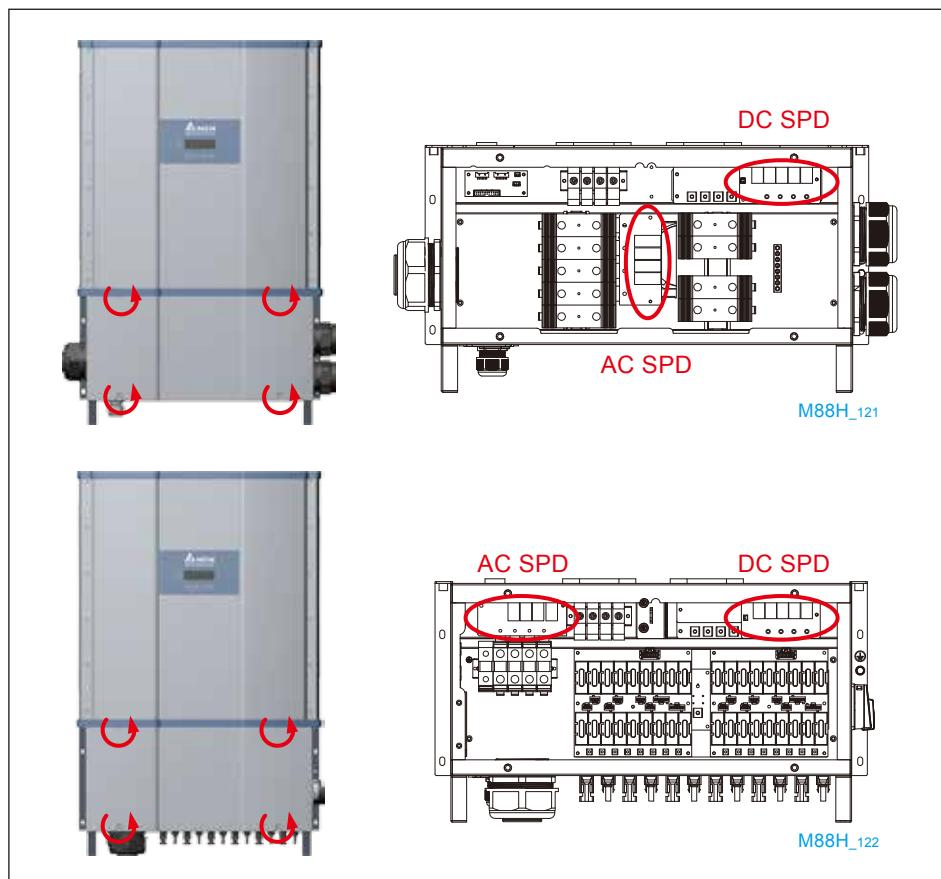

图5-2：移除配线箱上盖
2. 将配线箱上盖的四枚螺丝松脱，便可看到如图5-2所示的SPD位置。